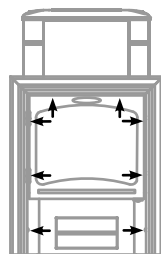

Рисунок 5. Демонтаж дверки «Тунгуска XXL 2013 Витра»
- 1) открутить саморезы 8 шт., которыми прикрепляется дверка с рамкой к топливному каналу и снять ее; (см. рисунок 5)